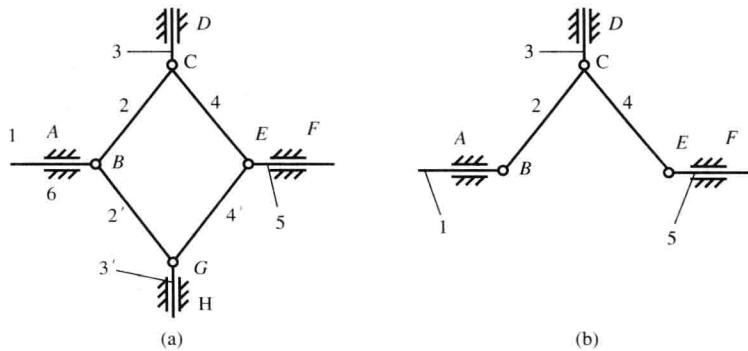

图 1-6 重复传动构成的虚约束
(3) 两构件间有重复传动关系,如图 1-6(a)中构件 1,5 间作用相同的传动,可以去除构件 2',4',3' 杆和相关转动副如图 1-6(b),而传动不受影响。